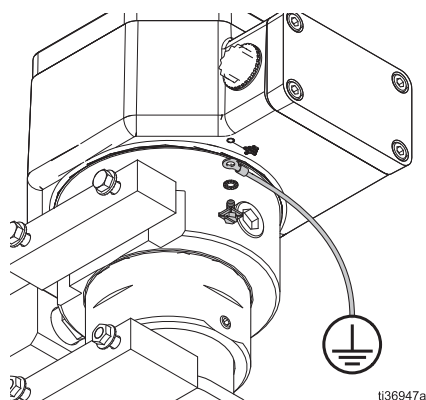

FIG. 7: Fio de terra externo
2. Apenas para aquecedores de localização perigosa: ligue um fio de terra como mostrado na FIG. 7. Desaperte o parafuso de terra e ligue um fio terra (Y, Graco Ref^o 222011 - não fornecido). Apertar bem o parafuso de terra. Ligar a outra extremidade do fio de ligação à terra a uma verdadeira ligação à terra.